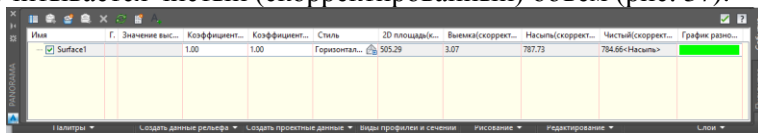

Рис. 37. Результат вычисления объема
9. После нажатия «ОК», в диалоговом окне появится результат. В нем отображаются данные по объемам насыпи/выемки, а также учитывается чистый (скорректированный) объем (рис. 37).